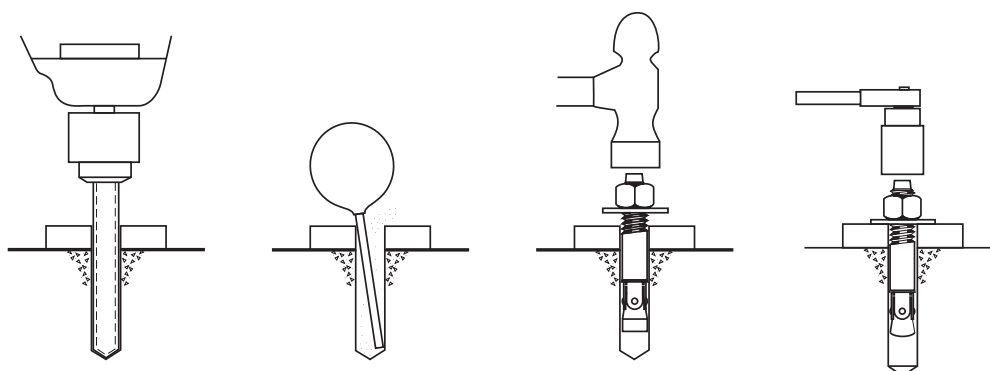

Fig. 2
- Serrare i bulloni dei tasselli con chiave dinamometrica (Fig.2).